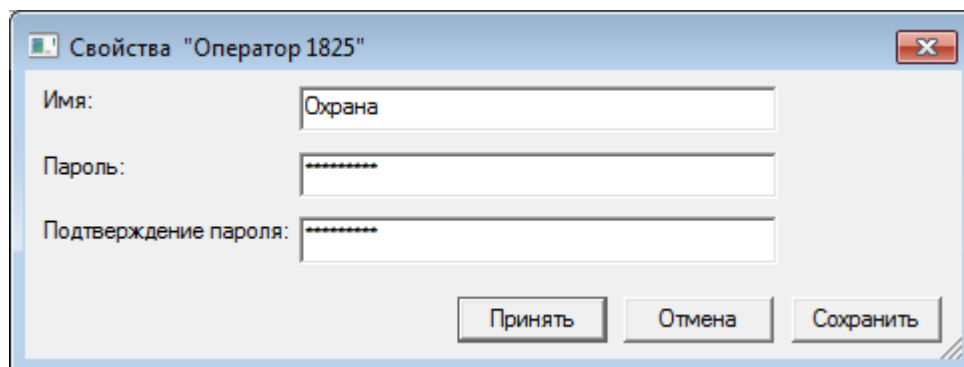

Рисунок 22 — Создание оператора и задание пароля
4. В открывшемся окне введите имя и пароль нового оператора (рисунок 22). Чтобы постороннее лицо не смогло просмотреть пароль на экране компьютера, при вводе пароля символы отображаются в виде звездочек (*). Для исключения ошибки указания пароля вам необходимо ввести его не только в поле **Пароль**, но и в поле **Подтверждение пароля** этого окна.